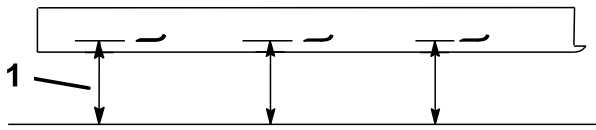

Figura 49
- Mida desde una superficie nivelada hasta el filo de corte, posición A, de las cuchillas (Figura 49). Anote esta dimensión.